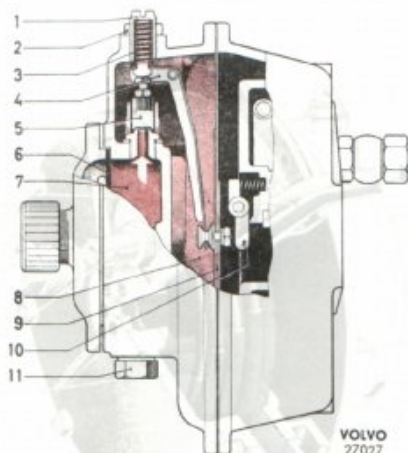

Bild 6. Gasregulator, sekundärsteg.
Från primärkammaren passerar gasen genom en kanal över till sekundärkammaren (8, bild 6). Vid inloppet i sekundärkammaren är en fjäderbelastad ventil (5), ihopkopplad med sekundärmembranet (9) med en hävarm (4) placerad.
Chokehävarmen (10, bild 6) trycker mot anslaget på sekundärmembranet (9) då chokereglaget vid förarplatsen drages ut. Därigenom öppnas sekundärventilen (5) och en ökad gasmängd släppes fram till gasblandaren under tiden som reglaget hålles utdraget.